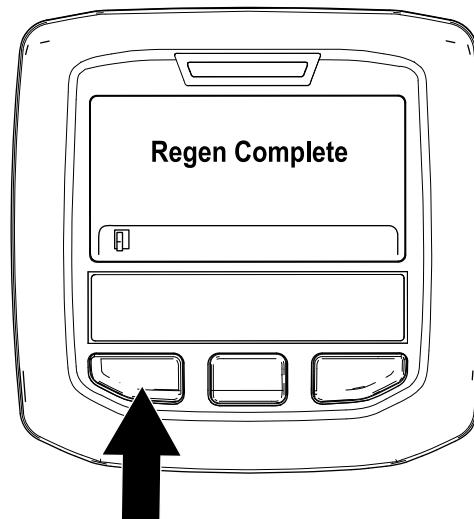

Figura 39
9. A regeneração em estacionamento está concluída quando a mensagem “Regen Complete” (Regen. completa) surge no InfoCenter. Prima o botão esquerdo para sair para o ecrã inicial (Figura 39).